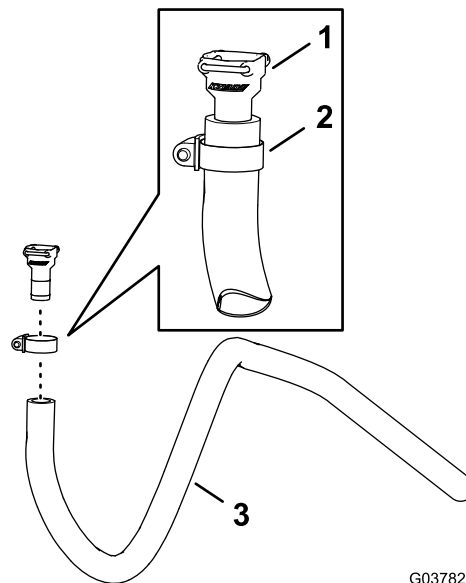

Figura 95
- Montate il raccordo diritto dentellato ($\frac{3}{4}$ ") che avete rimosso al passaggio 3 di Montaggio della valvola di intercettazione per il kit pistola di irrorazione o il kit avvolgitubo elettrico opzionali (pagina 43) sul flessibile (1,3 x 180 cm) con una fascetta stringitubo da 13 a 32 mm, come illustrato nella Figura 95.